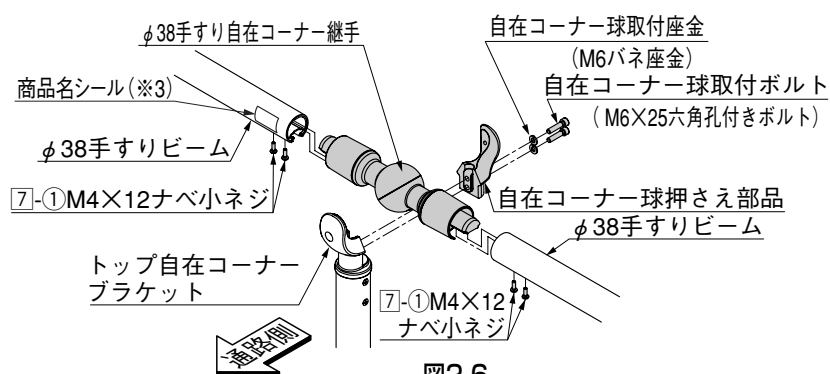

図2-6
- ① 図2-6を参照して、自在コーナー球押さえ部品でφ38手すり自在コーナー継手を取付けてください。
- ② φ38手すり自在コーナー継手にφ38手すりビームを7-1で取付けてください。